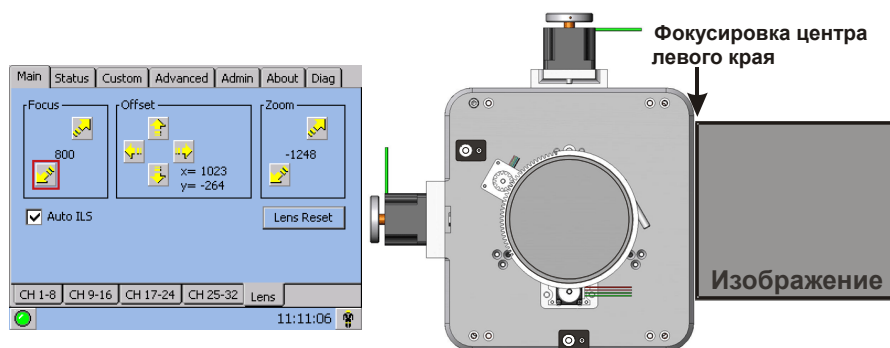

Figure 2-37 Регулировка фокусировки
3. Задвиньте объектив, изменяя значение настройки **Focus** (Фокус) с помощью кнопки со стрелкой вниз в меню **Main: Lens** (Дополнительно: объектив). См. **Figure 2-37**. Наблюдая за изображением в левой части экрана, добейтесь его фокусировки. Если изображение сфокусировано только в левой части экрана, определите положение фокуса в правой части (перед экраном или за ним). Если изображение сфокусировано в обеих частях экрана, перейдите к шагу 7.
7. Заверните **горизонтальный контрольный винт**, чтобы зафиксировать настроенное положение. Повторно проверьте оси проекции. См. **Figure 2-37**.